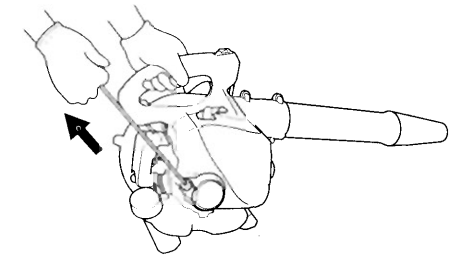

Fig. 7
3. Tirez vivement sur la corde du lanceur en accompagnant son retour, sans relâcher brusquement la poignée. (Fig. 7)